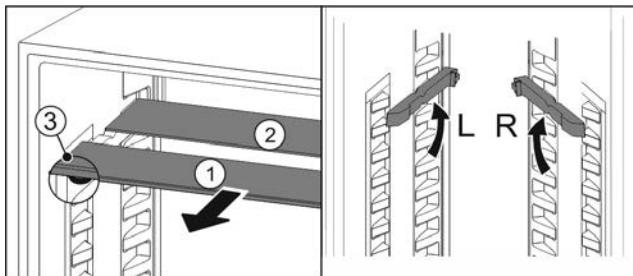

Fig. 17
- По одной извлеките Fig. 17 (1) стеклянные панели движением вперед.
- Стеклянная панель Fig. 17 (1) с декоративной планкой лежит спереди.
- Стопоры Fig. 17 (3) показывают вниз.